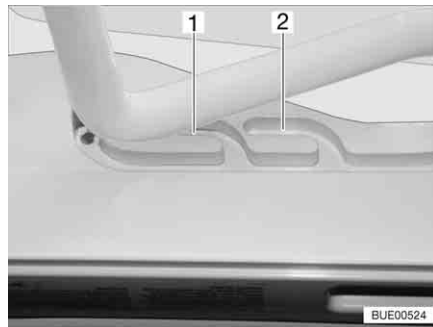
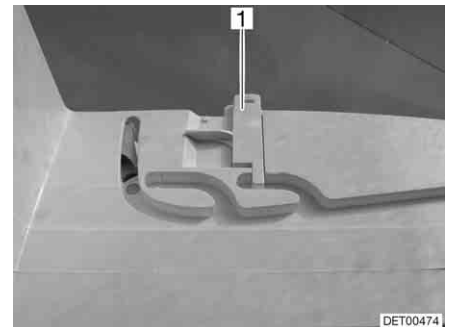

Bild 113 Heki-takluckan i ventilationsläge
Bild 114 Lås ventilationsläge
Heki-takluckan kan ställas i två ventilationslägen: Läget för dåligt väder (Bild 113,1) och mittläget (Bild 113,2). Beroende på modell kan takluckan låsas i mittläget med de båda spärrarna (Bild 114,1) till höger och vänster om ramen till takluckan.
- Tryck bygel lätt uppåt och skjut in den i det valda spåret (Bild 113,1 eller 2) och lås eventuellt.